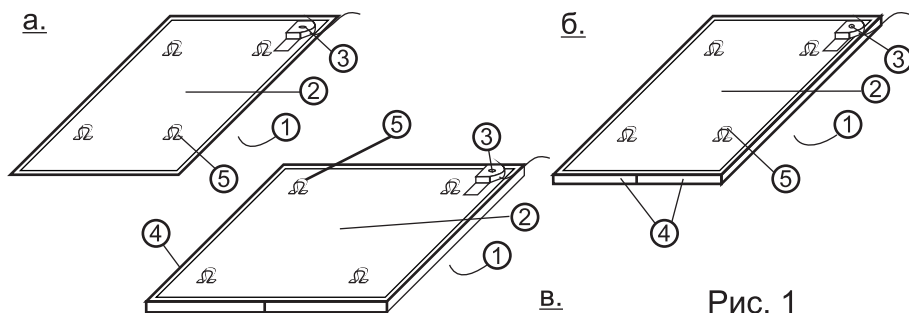

Рис. 1
- * Обогреватели ЭРГНА (Рис. 1а,б,в,) состоят из следующих основных частей:
- * У обогревателя ЭРГНА- 0,5/220 (п) П (рис.1 а) греющая панель и защитный вкладыш, завальцованные между собой, представляют собственно корпус обогревателя. С обратной стороны обогревателя, на вкладыше имеется четыре скобки 5 для навески. Обогреватель нетеплоизолированный, поэтому целесообразно использовать его для обогрева помещений с высотой потолков не ниже 3 м.
- * У обогревателя ЭРГНА- 0,5/220 (п) ПТ (рис. 1б), ЭРГНА- 0,5/220 (п) КТ, ЭРГНА- 0,3/220 (п) КТ, ЭРГНА- 0,4/220 (п) КТ (рис.1 в) греющая панель и защитный вкладыш разделены между собой слоем минеральной теплоизоляции и соединены в плоский, прямоугольный корпус с помощью обечаек 4. Слой теплоизоляции позволяет отдавать основную часть тепла в направлении обогреваемого пространства и предохраняет от недопустимого нагрева низкие, до 3 м., потолочные перекрытия.